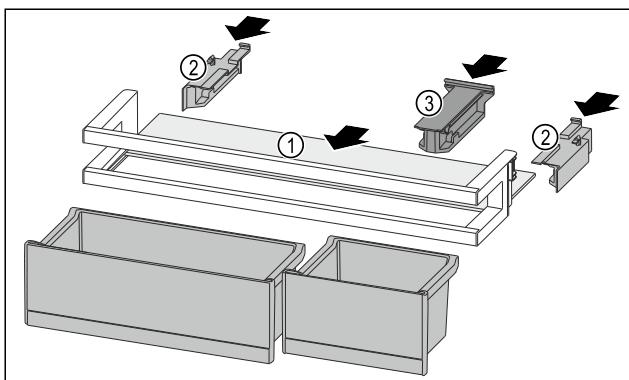

Fig. 94
- ▶ 将搁板 Fig. 94 (1)推入侧面凹槽。
- ▶ 插入侧面部分 Fig. 94 (2)。
- ▶ 插入定位件 Fig. 94 (3)。